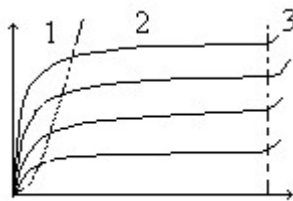

Рис. 4.2.
1.3.12. На выходных ВАХ (рис. 4.2.) показать область насыщения: